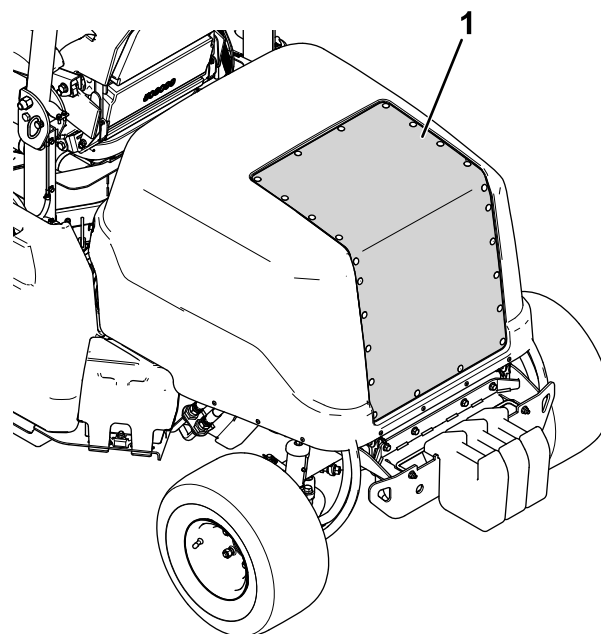

Figura 73
2. Utilice aire comprimido para limpiar la rejilla del capó (Figura 73). Dirija el chorro de aire hacia fuera de la máquina.